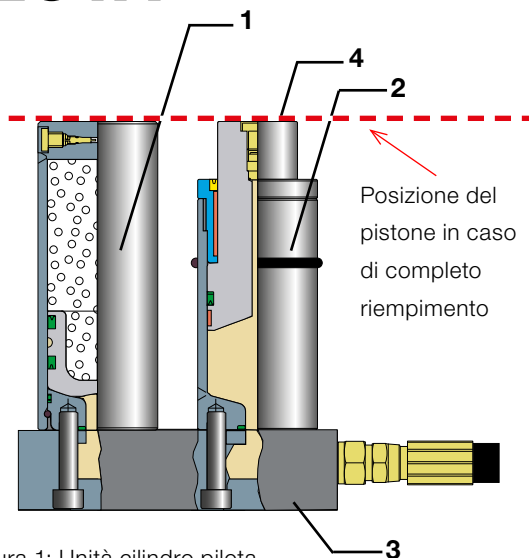

Figura 1: Unità cilindro pilota
3.1 Cilindro pilota (2018.20.) (figura 1)
L'unità cilindro pilota (figura 1) si compone di un accumulatore di pressione (1), di un cilindro idraulico "pilota" (2) e di una piastra di base (3) per il montaggio comune degli apparecchi di cui sopra. L'accumulatore di pressione consente di adeguare la forza trasmessa al cilindro seguatore e impedisce che si determini un eccesso di pressione nel sistema. Raggiunta la posizione di fine corsa da parte del cilindro seguatore il fluido idraulico eccedente viene assorbito dall'accumulatore (eccedenza di corsa). Con l'azionamento del pistone del cilindro pilota da parte della pressa (o di altro tipo di macchina operatrice a corsa lineare) si determina la corsa di lavoro del cilindro seguatore. La grandezza del cilindro pilota è calcolata in base al numero dei cilindri seguitori che saranno eventualmente da azionare, nonché in base alla Grandezza e alle corse di lavoro da far eseguire a questi ultimi. Per i casi in cui lo spazio nell'attrezzo sia troppo limitato disponiamo, per il gruppo cilindro pilota, di una esecuzione che consente il montaggio separato dell'accumulatore di pressione.
Quando il sistema è completamente riempito di olio idraulico, il pistone del cilindro pilota si collocherà alla stessa altezza dell'accumulatore. (vedi Figura 1)